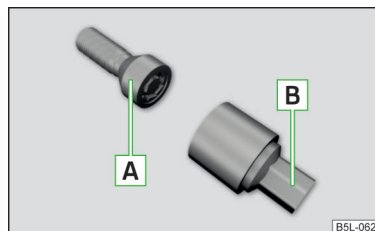

Fig. 331
Les boulons de roues antivol protègent vos roues contre le vol. Ils peuvent être -détachés/serrés- uniquement avec l'adaptateur **B** » **fig. 331**.
- Enfoncez la clé démonte-roue jusqu'en butée sur le boulon de roue. Pour les boulons de roues antivol, utilisez l'adaptateur correspondant » fig. 331 à la page 305.